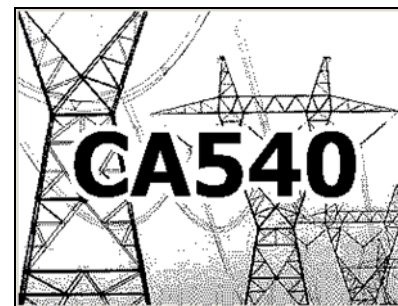
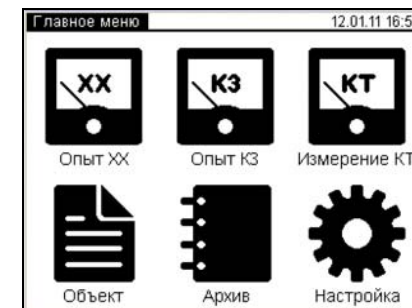

Рисунок 6.2
Рисунок 6.3
- 2) Установить выключатели "СЕТЬ", размещенные на передней панели Блока измерительного и на БСУ, в положение "I". На экране БУ появится изображение (рисунок 6.2).
- 3) Перейти в окно "Главное меню", для чего нажать в любом месте экрана БУ (рисунок 6.2). На экране появится окно "Главное меню" (рисунок 6.3).
2) Установить выключатели "СЕТЬ", размещенные на передней панели Блока измерительного и на БСУ, в положение "I". На экране БУ появится изображение (рисунок 6.2).
3) Перейти в окно "Главное меню", для чего нажать в любом месте экрана БУ (рисунок 6.2). На экране появится окно "Главное меню" (рисунок 6.3).